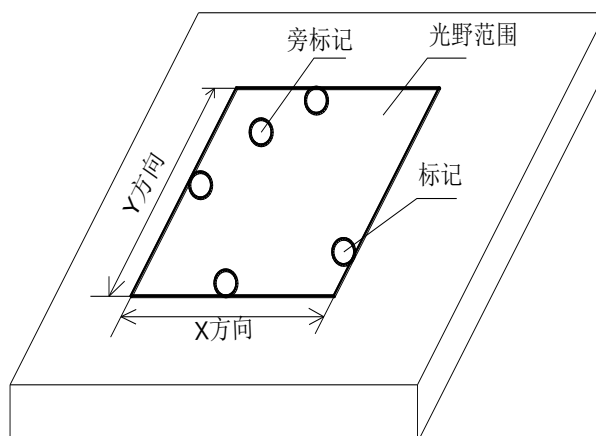

Figura 12.6.3 – Verificação do alinhamento entre campo luminoso e campo de radiação
1. Ligar a lâmpada do colimador (ver **Figura 12.6.3**);